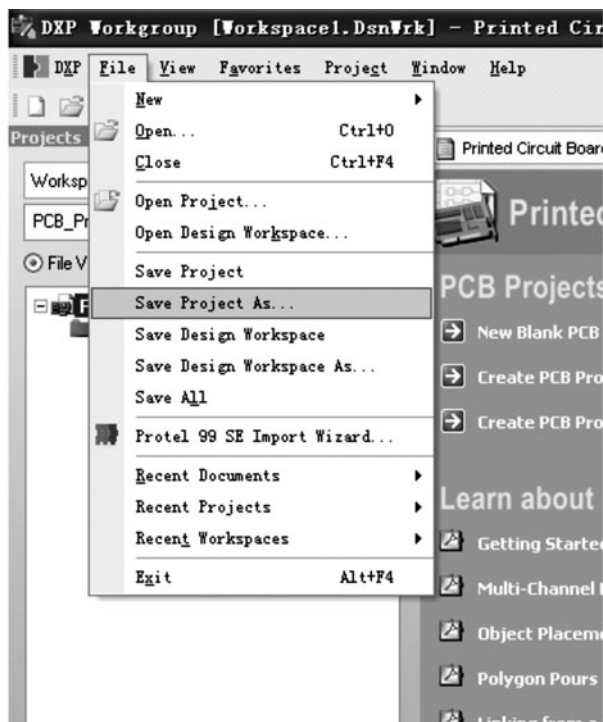

图 1-7 项目另存为菜单命令
(3) 选中“PCB _ Project1. PrjPCB”,单击菜单【File】→【Save Project As...】将新项目重命名(Power.PrjPCB)。指定存储路径,在文件名栏里键入文件名“Power. PrjPCB”并单击【保存】按钮,如图 1-7、1-8、1-9 所示。